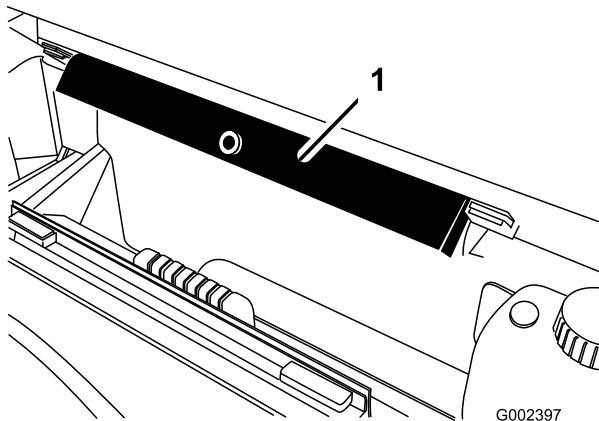

Figura 40
2. Retire o suporte da plataforma dos suportes existentes na parte de trás do painel do sistema ROPS (Figura 40).